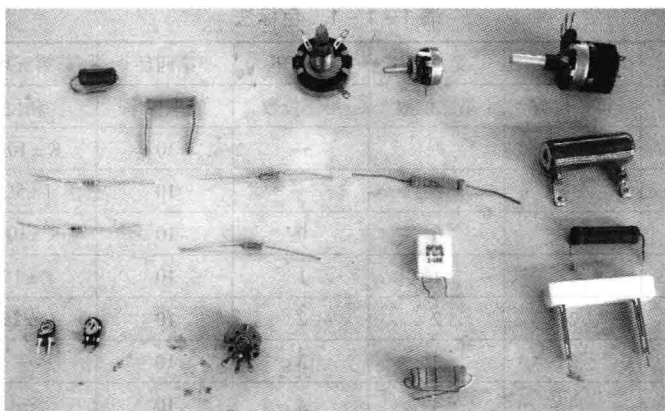

图1-1-1 电阻器、电位器的外形
(1) 按结构形式可分为一般电阻器、片形电阻器、可变电阻器(电位器)。电阻器、电位器的外形如图1-1-1所示。